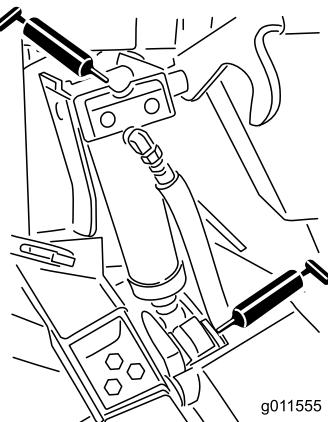

Figure 48
- Bagues de vérin de relevage (4) (Figure 48).